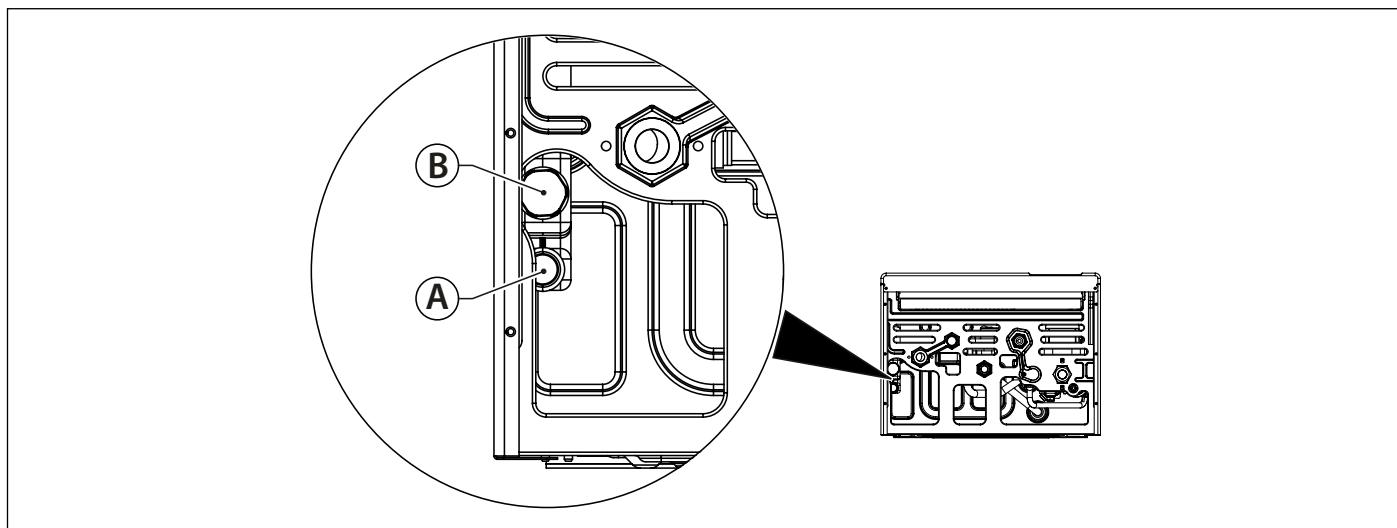

Рис. 18 Слив конденсата
Система отвода конденсата должна быть подсоединена к специальному соединению (A) расположенному в котле (см. Рис. 18 Слив конденсата).